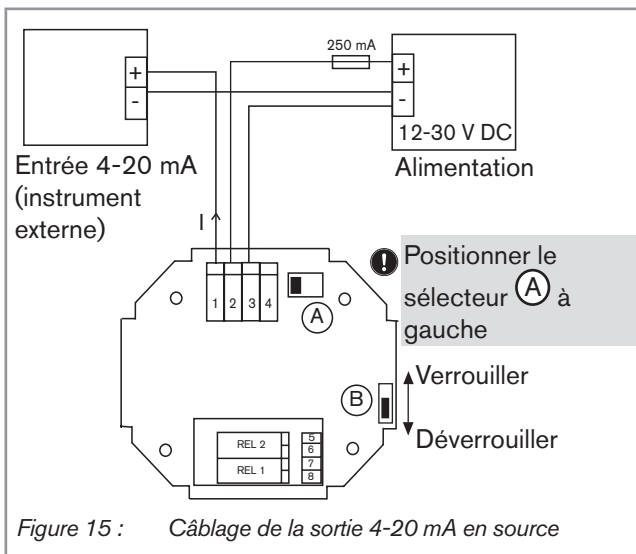
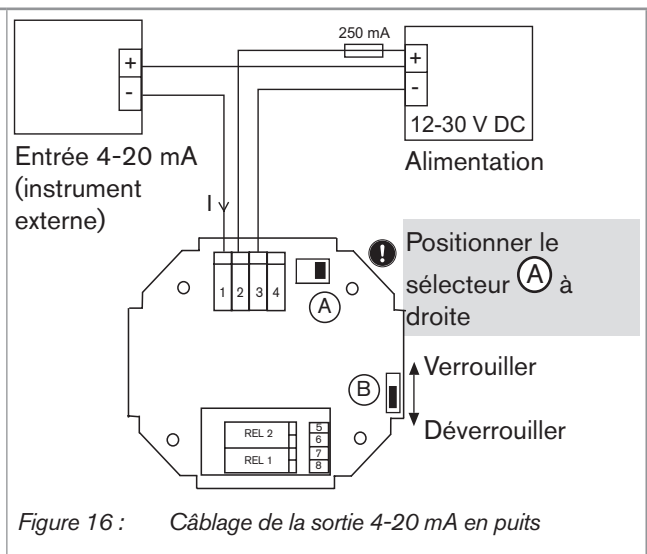
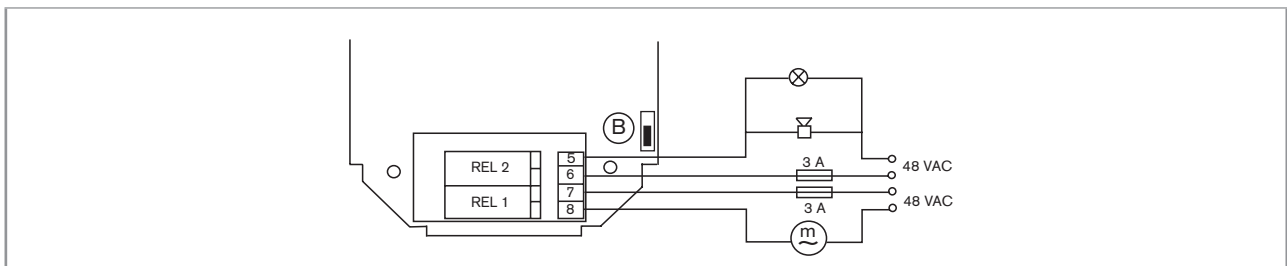

Figure 15 : Câblage de la sortie 4-20 mA en source
Figure 16 : Câblage de la sortie 4-20 mA en puits
Figure 17 : Câblage des relais
- Insérer le câble dans l'écrou, puis dans le presse-étoupes et câbler selon la Figure 15 ou la Figure 16 et/ou Figure 17.
→ Insérer le câble dans l'écrou, puis dans le presse-étoupe et câbler selon la Figure 17 et/ou la Figure 19 ou la Figure 20.
→ Câbler les relais, s'ils existent sur votre version de l'appareil, comme ceux de la version 12-30 V DC (voir Figure 17).